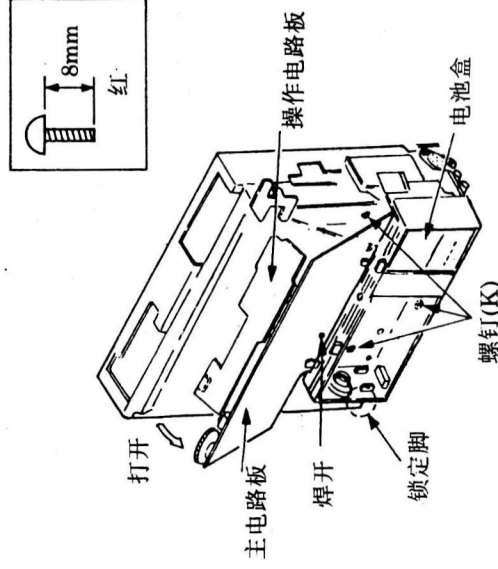

图 16
③打开 2 个锁销(J);
④打开操作/主电路板。
步骤:①打开主/操作电路板,如图 16 所示;